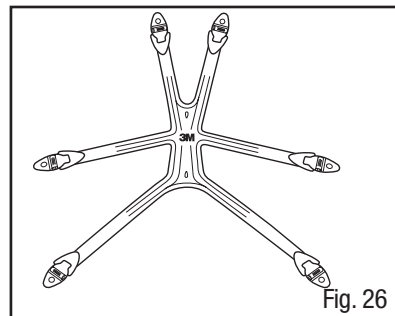

Fig. 26
- Placer le harnais de tête vers le bas sur une surface plane avec le logo 3M vers le haut (Fig. 26).